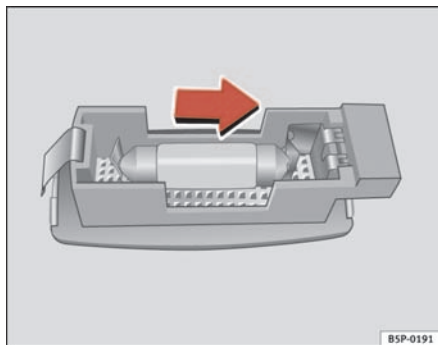

Abb. 193 Ausbau der Leuchte in der Sonnenblende
- Das Lampenglas mit einem Schraubenzieher vorsichtig an der Vertiefung heraushebeln, wie dies der Pfeil zeigt ⇒ Abb. 193.
⇒ Abb. 193. ■